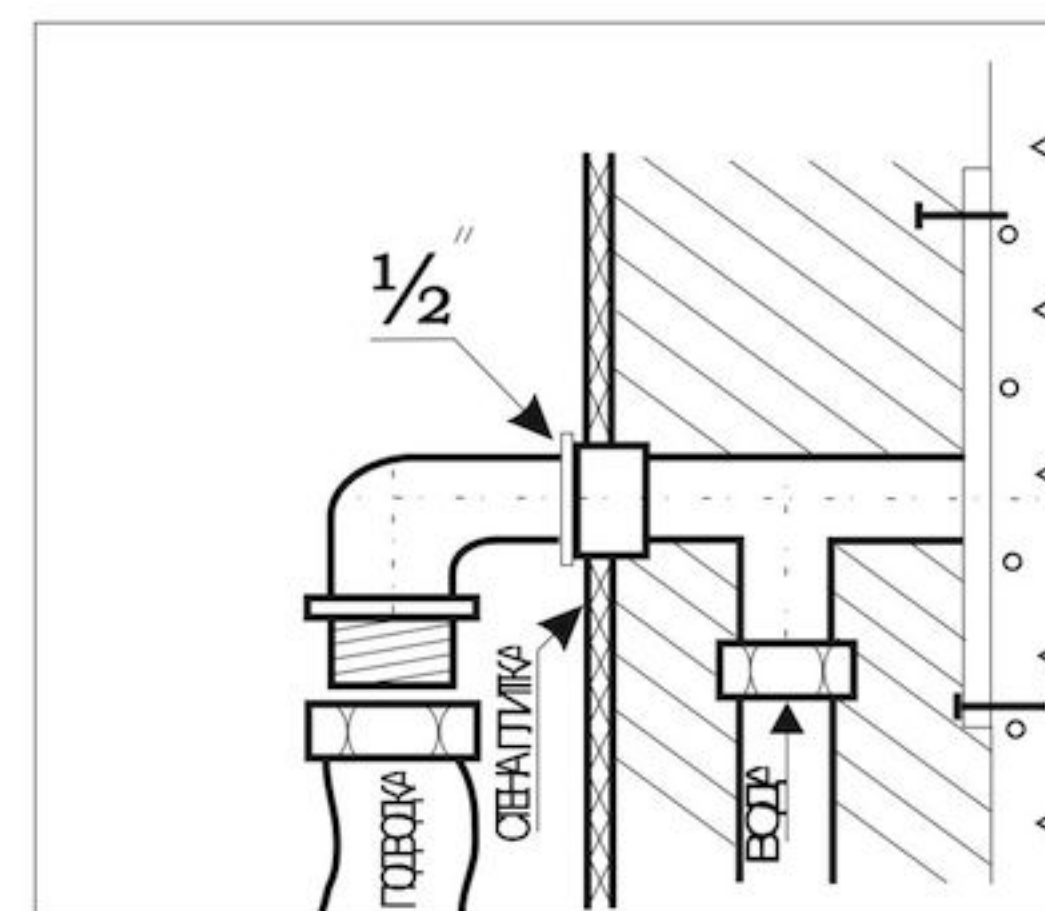

Рис.1.
- ✓ Устанавливается угольник с бортиками (если коллектор в техническом шкафу имеет собственные вентиля) Рис.1.